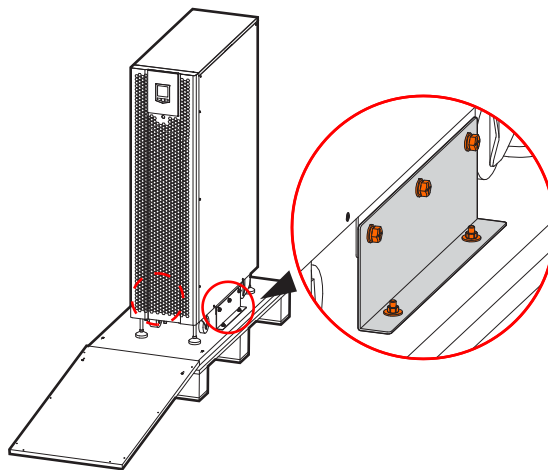

Рис. 3-4 Положение болтов
- Шаг 6 После проверки открутите ключом болты, крепящие ИБП к деревянному поддону. Положение болтов, показано на Рис. 3-4. Снимите опорный механизм.